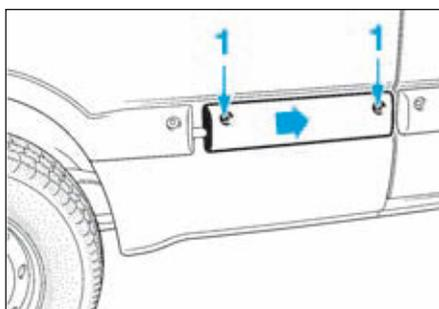

FIG.136
- Déposer les vis de fixation (1) (Fig.136).